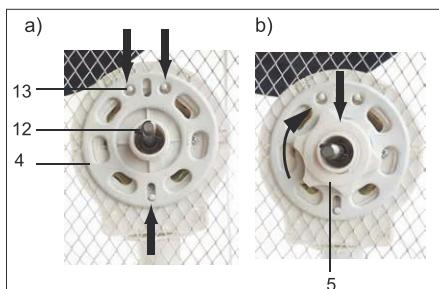

Fig.86: Montaż tylnej kratownicy ochronnej
- Nałożyć tylną kratownicę ochronną (4) na os (12) i sworznie centrujące (13) zespołu silnika. Patrz rys. 86 a).
- Nałożyć nakrętkę sześciokątną (5) na os przed tylną kratownicą ochronną i dokręcić w kierunku zgodnym z ruchem wskazówek zegara. Patrz rys. 86 b).